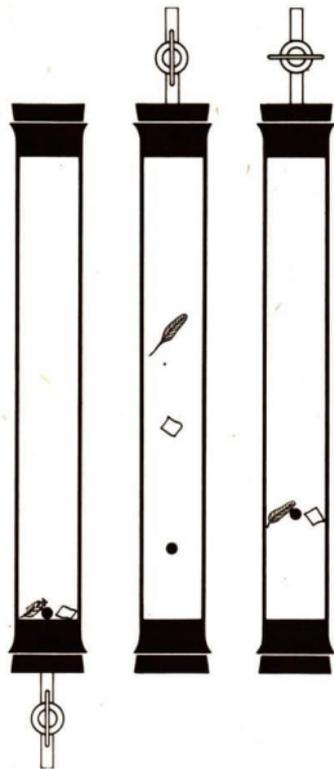

Bild 152/1 Newtonsche Fallröhre. Sie enthält zum Beispiel kleine Kugeln aus Blei, Eisen oder Aluminium und Papier- oder Korkstückchen und eine Feder
- Das Bild 152/1 zeigt eine sogenannte Newtonsche Röhre. Was muß gemacht werden, wenn man zeigen will, daß alle in ihr befindlichen Körper gleich schnell fallen?